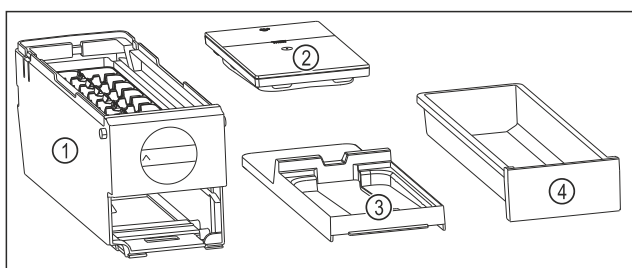

Fig. 214 Componentes del EasyTwist-Ice
- ▶ El EasyTwist-Ice está desmontado en cuatro piezas. (consulte Fig. 214)
- ▶ Desmontar el EasyTwist-Ice solo en los componentes mostrados. (consulte Fig. 214)
- ▶ Limpiar el cuerpo del EasyTwist-Ice Fig. 214 (1) en su totalidad.